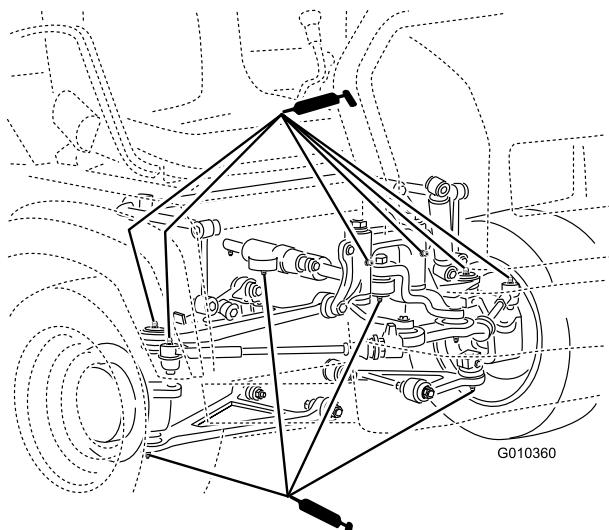

図 39
- ボールジョイント4、タイロッド2、ピボットマウント2、ステアリングシリンダ2 **図 39**